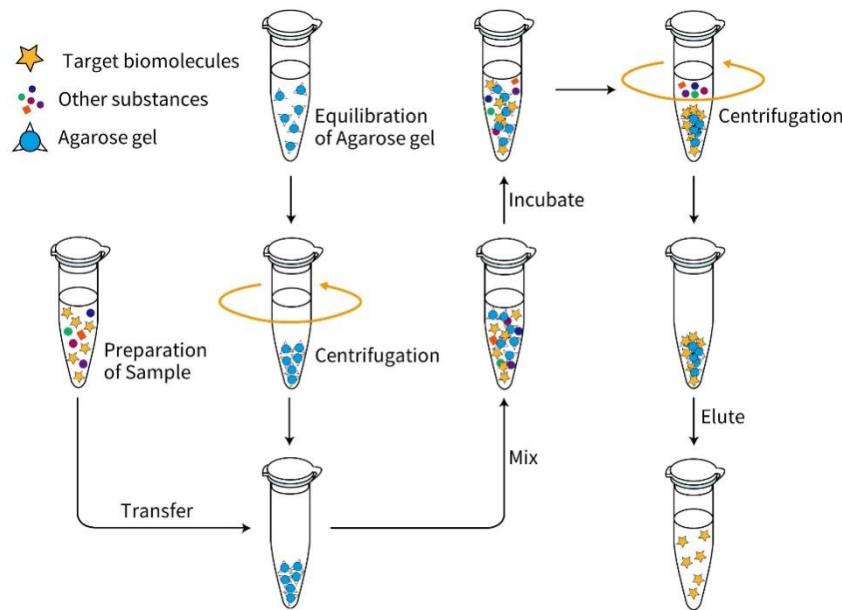

图1. 碧云天SP Agarose 6FF (SP琼脂糖凝胶) (P2067)用于非装柱的离心式直接纯化的实验流程图。
- SP琼脂糖凝胶在生物医学领域内应用非常广泛，可以特异性地纯化生物制药或生物工程下游的蛋白、多肽、抗体等；或分离细胞和植物中多糖物质，多用于分离中性、酸性和粘多糖等物质等；还可用于分离大量的基因组DNA以及细菌、细胞裂解液中质粒DNA。本产品可用于非装柱的离心式直接纯化，也可用于装柱后纯化。本产品用于非装柱的离心式直接纯化实验流程请参考图1。